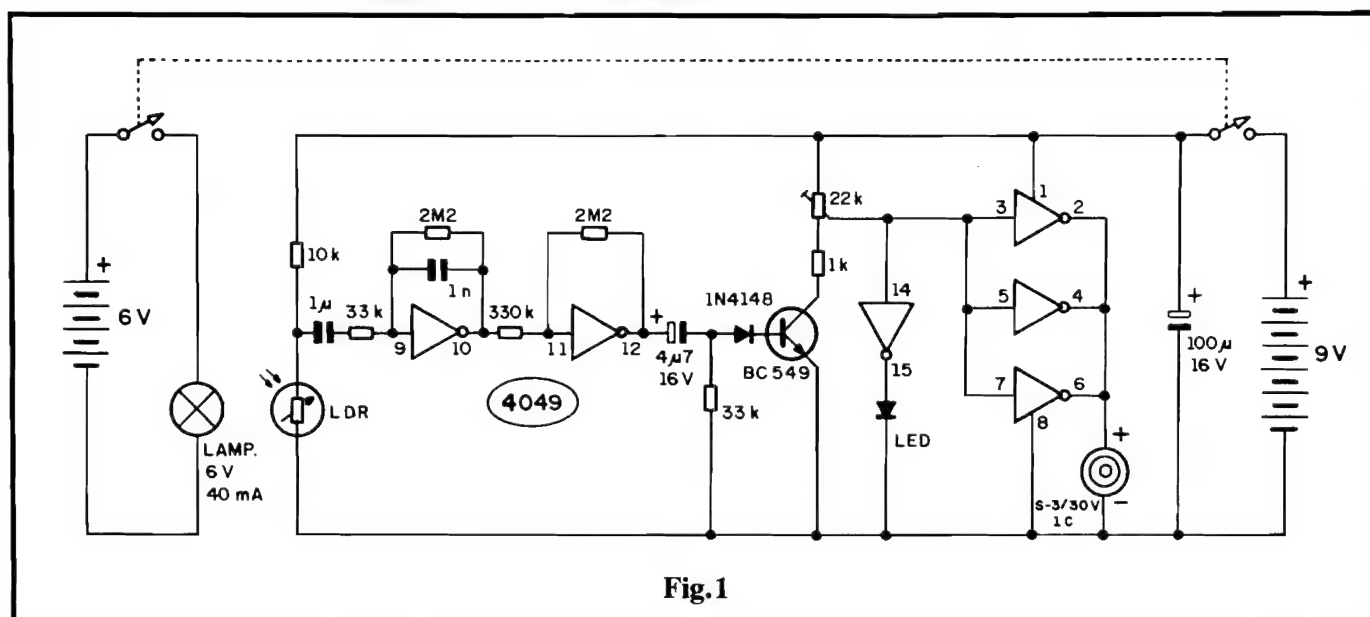

Fig.1
- **FIG. 1 - O CIRCUITO** - O sensor de translucidez já mencionado é feito a partir de uma pequena lâmpada (que tem alimentação própria, de 6 volts, 4 pilhas pequenas, à parte da energia que alimenta o setor mais complexo do circuito), alinhada com um sensor foto-resistivo (LDR), de modo que o dedo do "paciente" possa ser inserido justamente **entre** esses dois componentes... Pelas suas propriedades, o LDR ficará, a cada batimento, **mais resistivo** do que estava no "intervalo" entre duas pulsações, modificando (ainda que sutilmente) a Tensão presente no seu ponto de ligação com o resistor de 10K. Esse pequeno "degrau" de Tensão, que ocorre a cada pulsação, é grandemente amplificado pelo par de **gates** (pinos 9-10 e 11-12) de um Integrado C.MOS 4049, que ainda exercem trabalhos lineares e não digitais, auxiliados pelas polarizações oferecidas pelos resistores anexos... O capacitor de 1u (não polarizado), "leva" os sinais do LDR ao dito amplificador, enquanto que o capacitor de 1n (na rede de realimentação do primeiro **gate**)